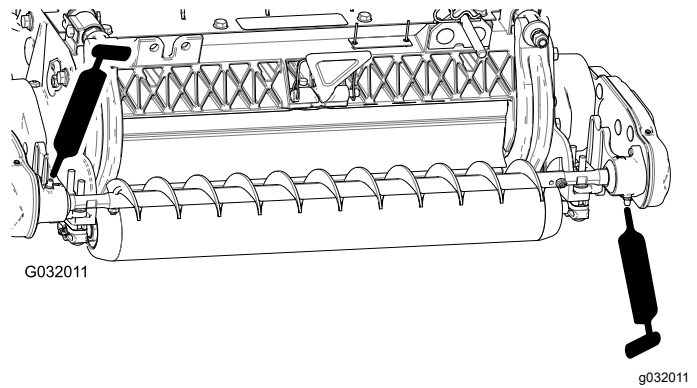

Figura 18
3. Lubrificate i raccordi d'ingrassaggio su ogni alloggiamento del cuscinetto della spazzola per rulli utilizzando grasso a base di litio n. 2 (Figura 18). Rimuovete il grasso in eccesso, in particolare intorno alle guarnizioni.